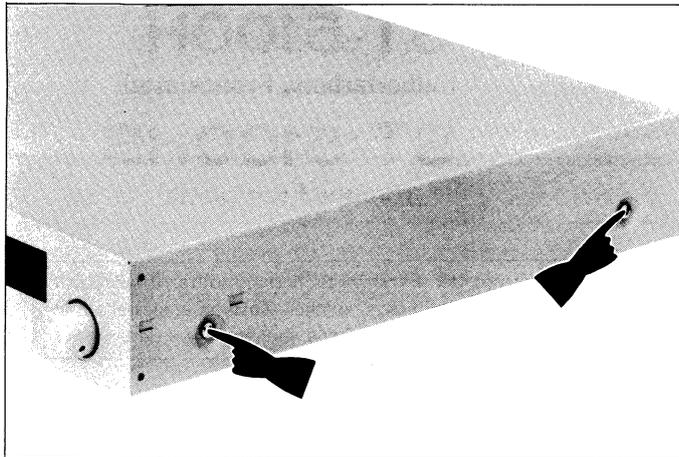

Abbildung 2-1
1. Die vier Schrauben entfernen, mit denen das Gehäuse befestigt ist (jeweils 2 Schrauben auf der rechten und linken Seite); das Gehäuse kann dann abgenommen werden. (Siehe Abbildung 2-1.)